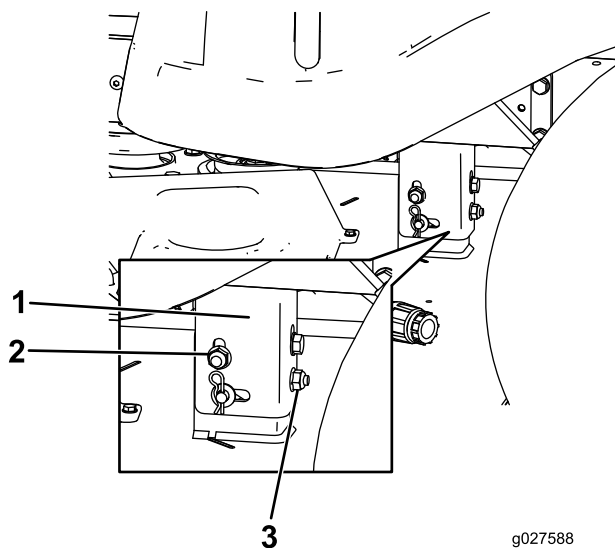

Figura 55
8. Eleve o baje el lado izquierdo de la carcasa de corte girando la tuerca de bloqueo trasera. (Figura 55).